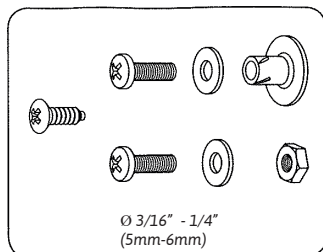

Fig. 1
3. Andra monteringskruvar med en dragstyrka på minst 90 kg. Medföljer inte i förpackningen. (Fig 1)